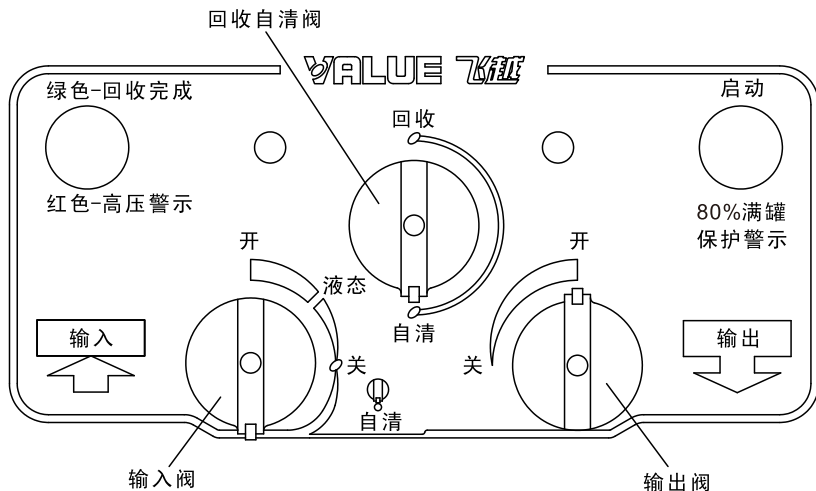

图5 自清状态控制阀旋钮位置
- 2、将输入阀慢慢转至“自清”位置（见图5），并运行至所需的真空度或至低压保护自动关闭状态。